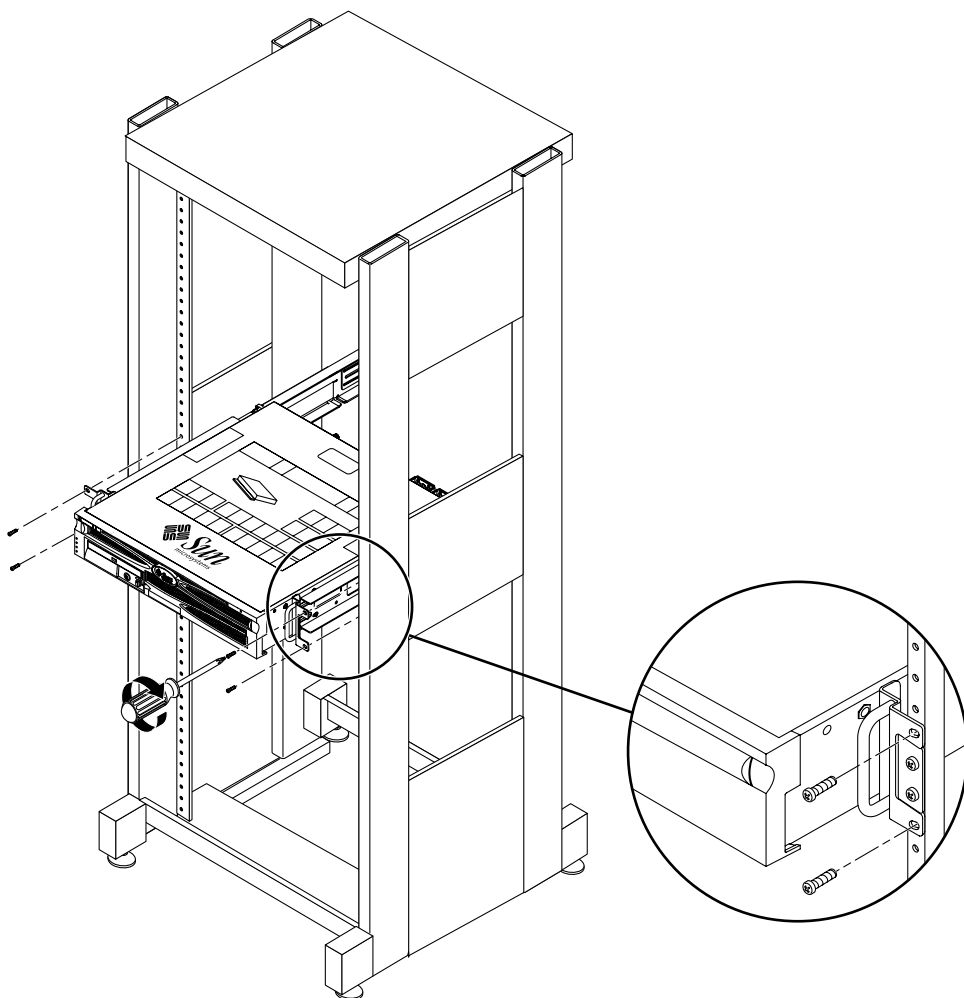

FIGURA 3-22 Fijación de la parte frontal del servidor al frontal del bastidor
17. En la parte frontal del bastidor, utilice dos tornillos por cada lado para fijar los raíles laterales acoplados al servidor al frontal del bastidor (FIGURA 3-22).